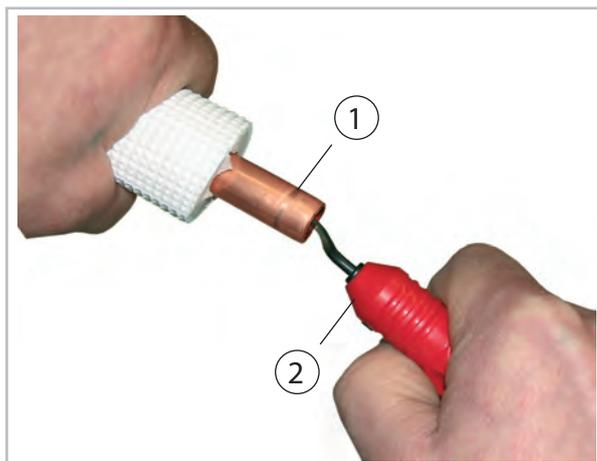
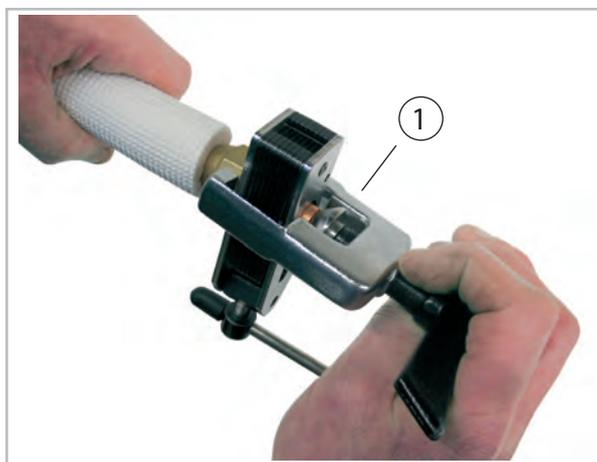

Abb. 37: Entgraten der Kältemittelleitung
Abb. 38: Bördeln der Kältemittelleitung
8. ➤ Bearbeiten Sie die verlegten Kältemittelleitungen wie im Folgenden dargestellt (Abb. 37 und Abb. 38).